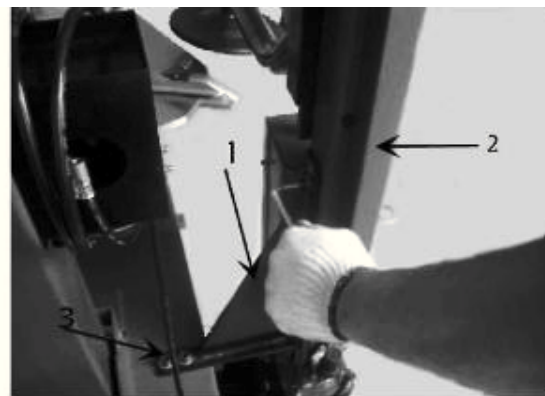

рис.32
6.1.5 Используйте фиксирующий опорный кронштейн (рис. 32), чтобы соединить кронштейн корпуса с корпусом, вставьте винт для фиксации.